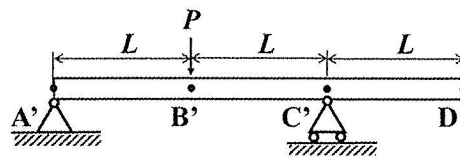

図 2
- (b) 長さ $3L$ 、曲げ剛性 EI のはり（梁）を図 2 のように支持し、荷重 P を加える。このとき、点 C' でのたわみ角と、B', D' での変位を求めよ。